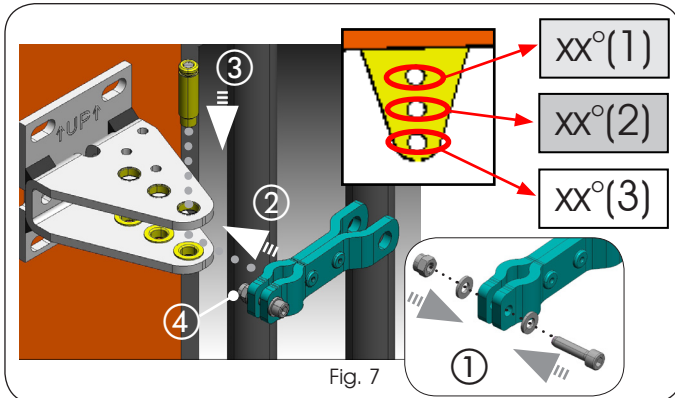

Fig. 7
2. Assembleer de vork (Fig. 7 ref. ①) zonder de moer aan te draaien. Bepaal welk montagegat op de achterbeugel moet worden gebruikt (zie tabel 1, witte of grijze kaders) en monteer daar de vork (Fig. 7 ref. ②). Zet de vork op zijn plaats door de bijgeleverde pen erin te steken (Fig. 7 ref. c) en draai vervolgens de moer aan (Fig. 7 ref. ④).